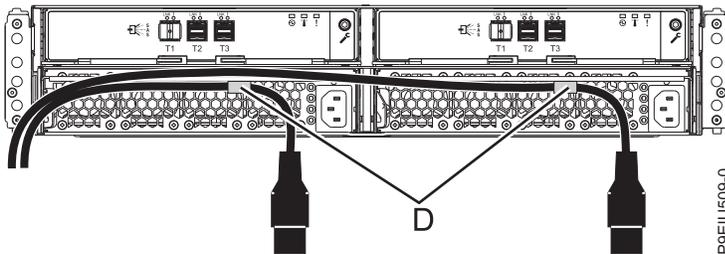

Figura 31. Direccionamiento los cables de alimentación a través de las piezas de sujeción del cable
3. Haga pasar los cables de alimentación a través de las piezas de sujeción del cable de alimentación (**D**) para aflojar la tensión, tal como se muestra en la Figura 31.